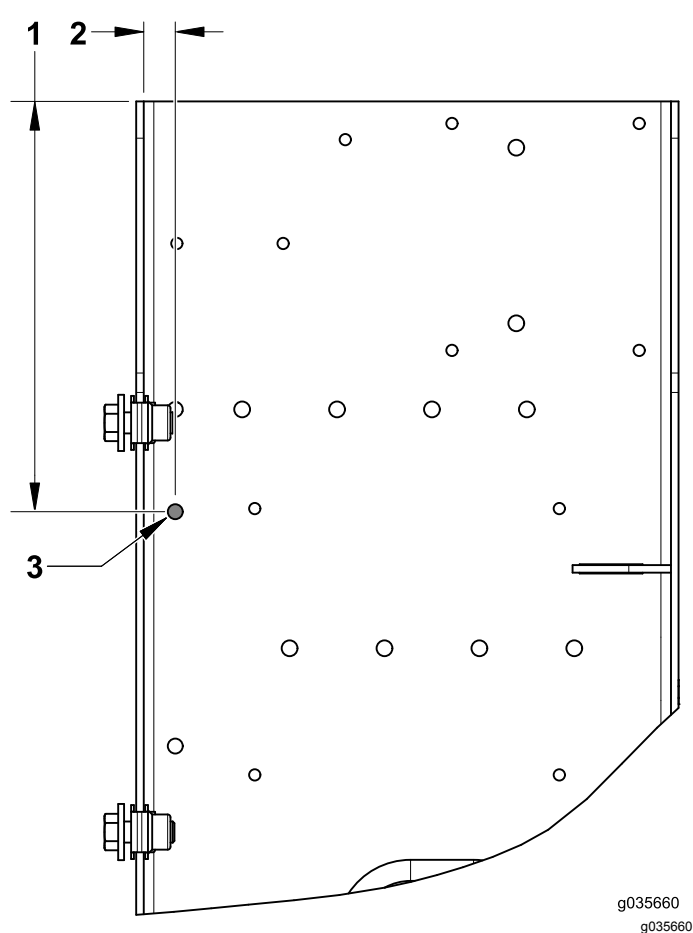

Bild 9
5. Ermitteln und bohren Sie das folgende Loch für das Steuergerät (Bild 9).